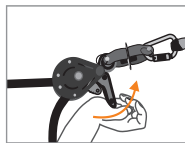

Fig 5
W celu zdemontowania linki bezpieczeństwa należy pociągnąć za dźwignię krzywką (4) (Rys. 5). Odczepić całość i schować do oryginalnego opakowania.